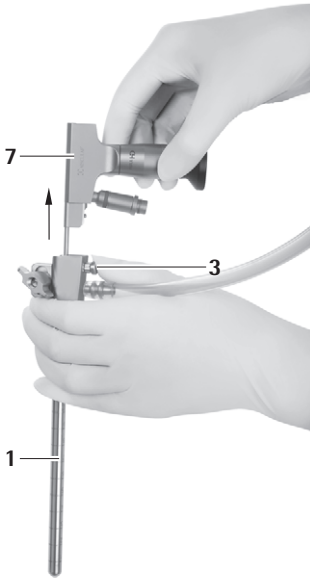

Abb. 11
- ▶ Entriegelungsknopf **3** drücken und Endoskop **5** aus MINOP InVent-Trokar **1** herausziehen, siehe Abb. 11.